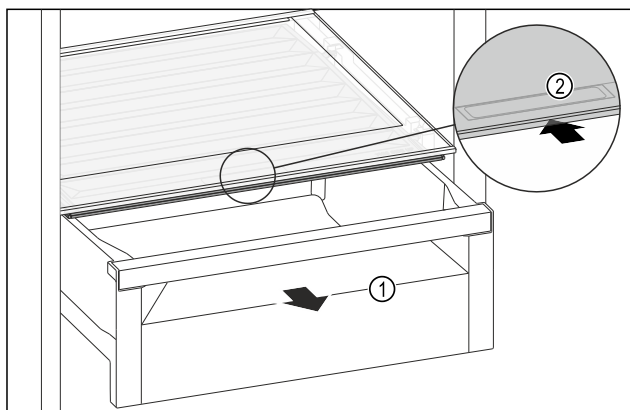

Fig. 221
- ▶ Извлеките выдвижной ящик Fig. 221 (1).
- ▶ Возьмитесь за утопленную ручку Fig. 221 (2) на крышке отделения и одновременно введите крышку отделения назад.